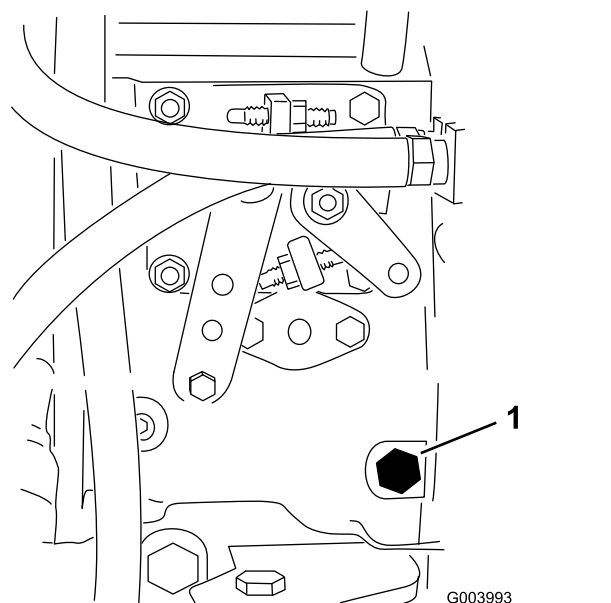

Figura 64
5. Con una chiave di 12 mm aprite la vite di spurgo dell'aria, situata sulla pompa di iniezione del carburante (Figura 64).